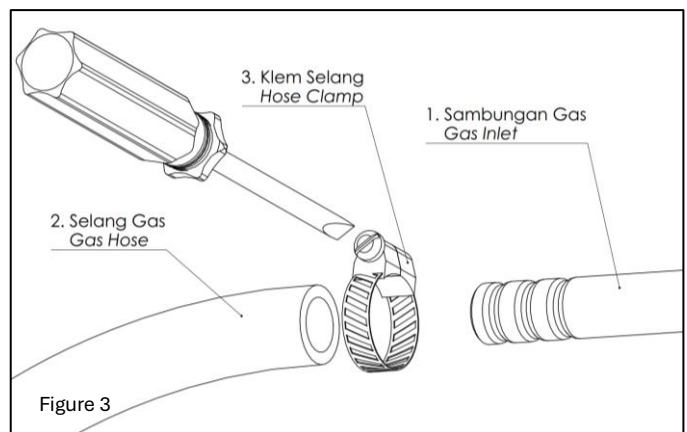

Figure 3
- Kencangkan sambungan menggunakan klem selang untuk mencegah kebocoran (lihat Figure 3).
- *Secure the hose connection using a hose clamp to prevent gas leakage (see Figure 3).*